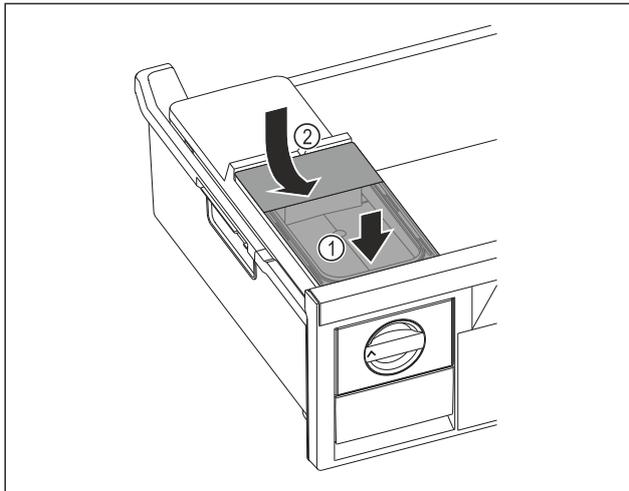

Fig. 124
- ▶ Collegare il serbatoio dell'acqua alla parte anteriore. *Fig. 124 (1)*
- ▶ Abbassare il serbatoio dell'acqua posteriore. *Fig. 124 (2)*